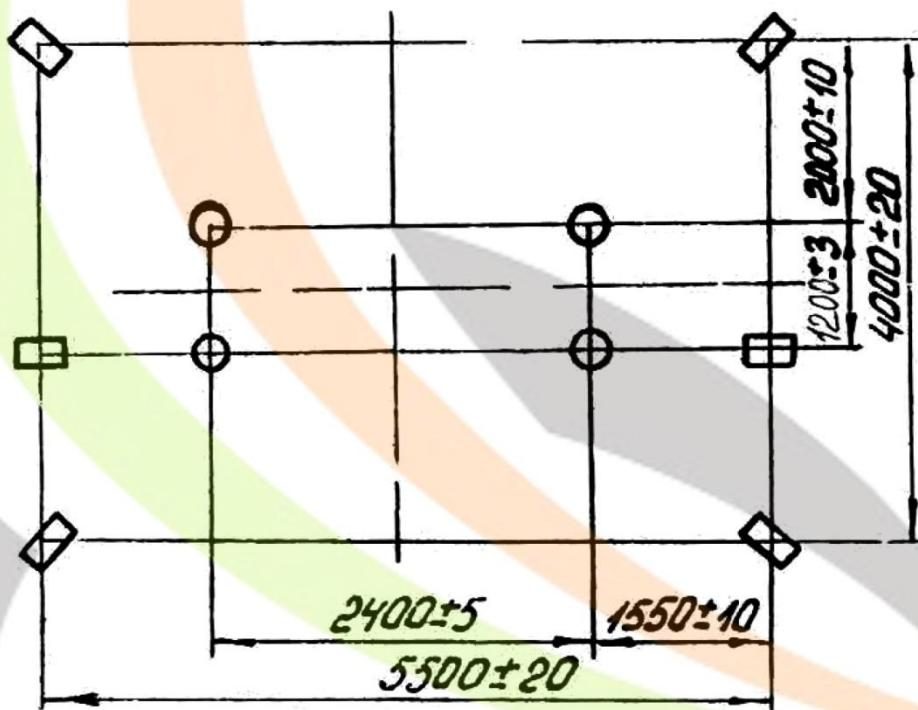

Рис. 2
1. На месте установки брусьев необходимо сделать разметку согласно рис. 2
2. Распакуйте узлы и арматуру, снимите консервационную смазку. В шести точках прямоугольника 5500x4000 (см. рис. 2) заподлицо с полом врежьте крепление к полу и надежно вверните шурупы 6х50.